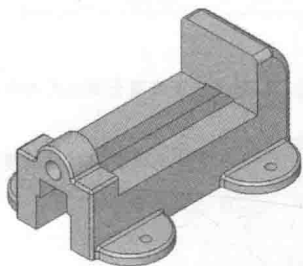

图 1-3 “Machine\_Vise”装配体
**步骤 1 打开装配体** 打开“Lesson01 \ Case Study”文件夹下的装配体“Machine\_Vise”，该文件包含了 Base1 和 Base2 两个部件，这两个部件组成了“Machine\_Vise”的基座，如图 1-3 所示。